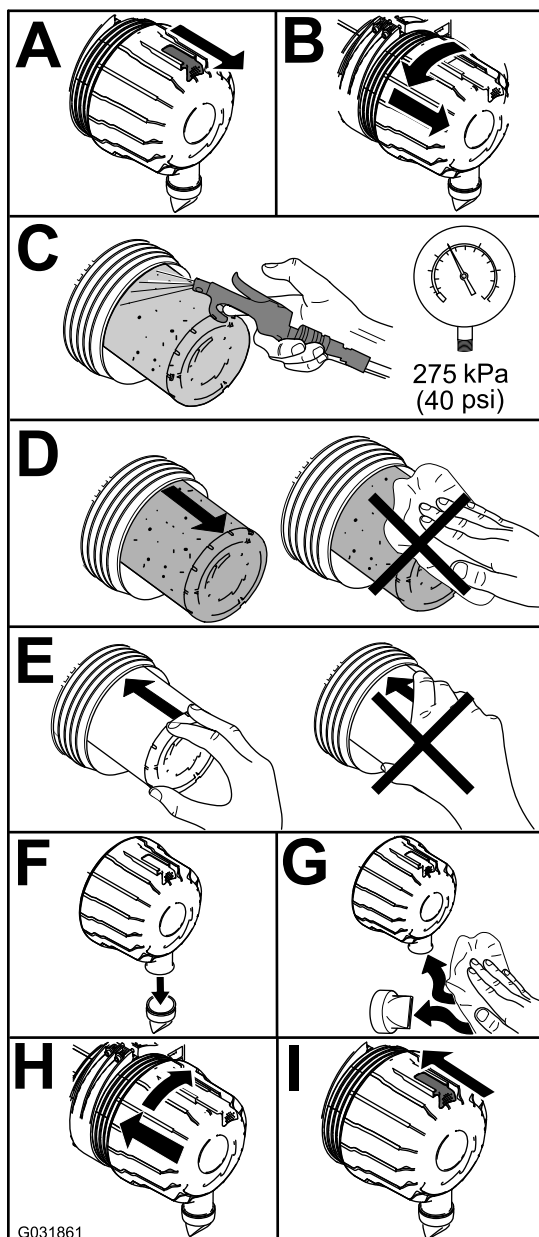

**Рисунок 75**
Обслуживание фильтра воздухоочистителя следует производить только при соответствующих показаниях индикатора необходимости технического обслуживания (Рисунок 75). Более частая замена воздушного фильтра (без необходимости) ведет лишь к повышению вероятности попадания грязи в двигатель при снятии фильтра.
2. Сбросьте показание индикатора (Рисунок 75) при наличии сигнала красного цвета.